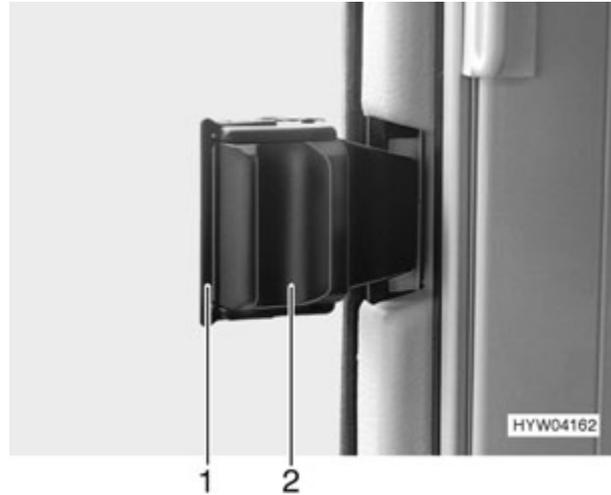
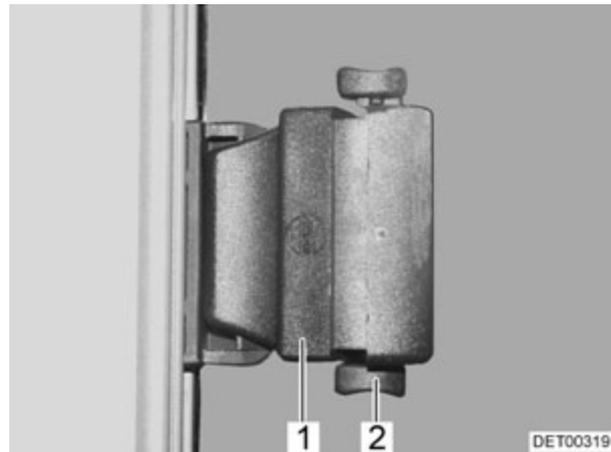

Fig. 32 Fenêtre coulissante (variante 1)
Fig. 33 Fenêtre coulissante (variante 2)
- Sortir le dispositif de verrouillage (Fig. 32,1 ou Fig. 33,2) ou pousser vers le haut.
- Appuyer sur la poignée (Fig. 32,2 ou Fig. 33,1) et la pousser simultanément vers l'avant ou l'arrière.